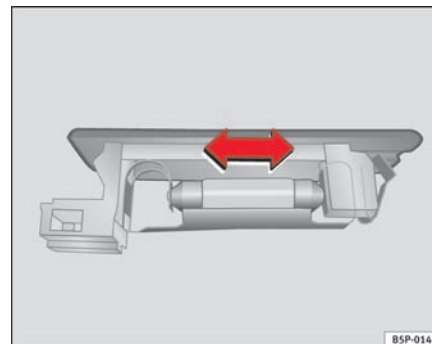

Fig. 192 Bagagerumslys
- Tryk pæren til siden, og tag den ud af huset ⇒ side 247, fig. 192. ■